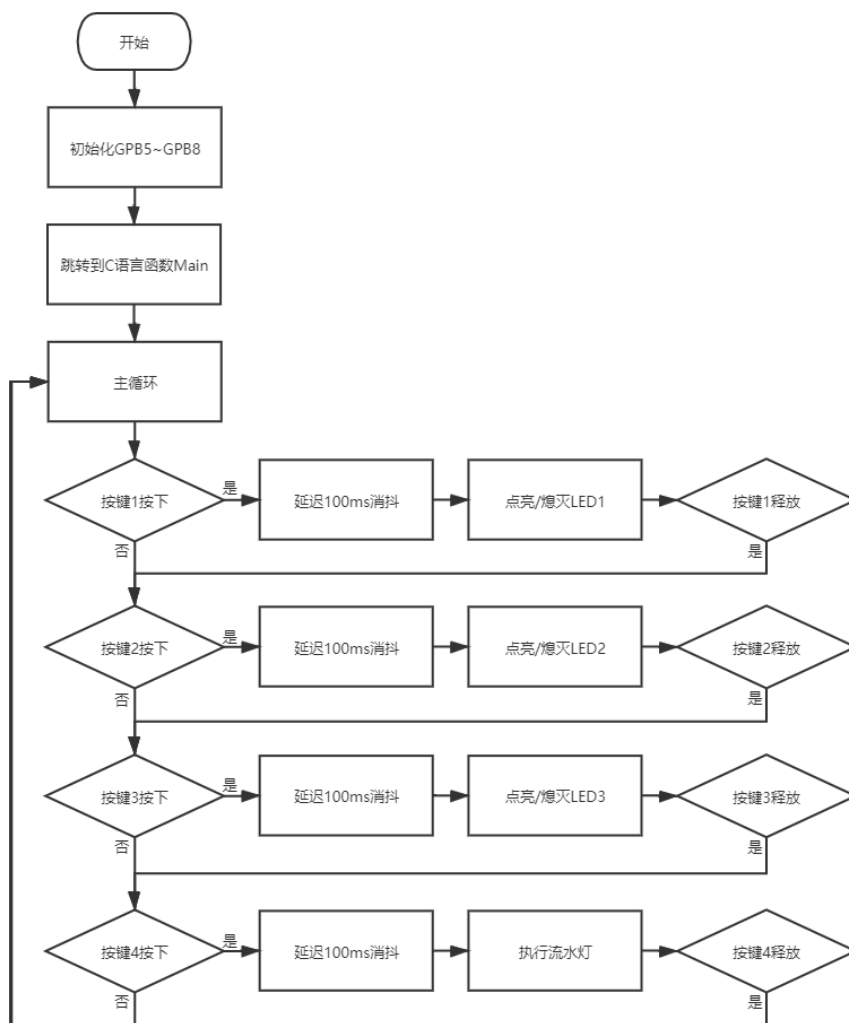

图 1.4 按键控制 LED 亮灭实验程序框图
2.2 节实验中，按键控制 LED 亮灭实验程序框图如图 1.4 所示。